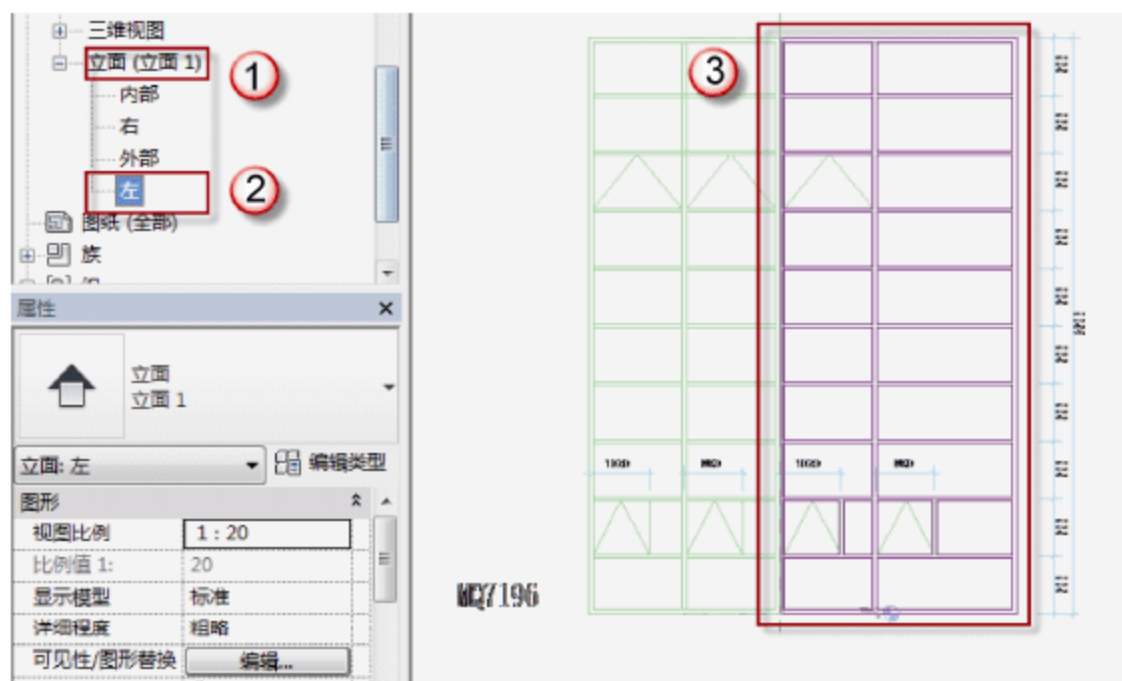

图 7.2.40 MQ7196 转角幕墙窗框的位置及厚度
- (14) 绘制 MQ7196 幕墙窗框。选择“项目浏览器”中的“立面（立面 1）”→“左”选项，可以进入 MQ7196 的左部立面视图，选择“创建”→“拉伸”命令，进入“修改 | 编辑拉伸”界面，用菜单中的绘制工具绘制 MQ7196 幕墙窗框，如图 7.2.40 所示。单击 √ 按钮完成绘制。